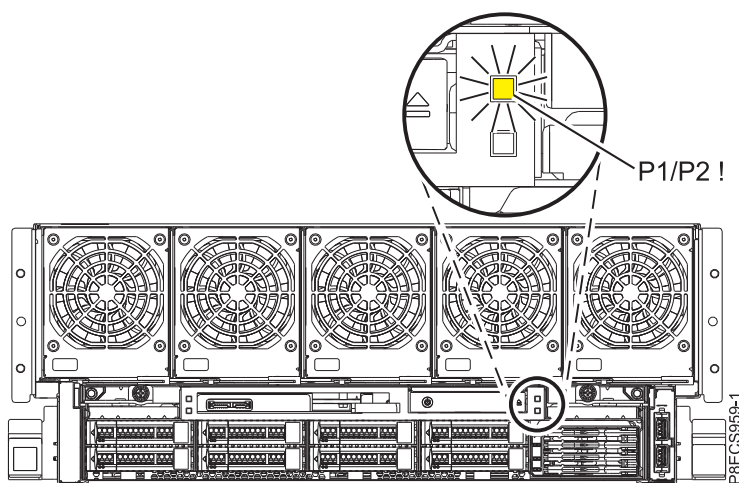

Figura 2. LED frontal de resumen de error **P1/P2 !** del sistema 8408-44E o 8408-E8E.
8. Observe el estado del LED de resumen de error **P1/P2 !**, que se encuentra en el frontal del sistema 8408-44E o 8408-E8E, como se muestra en la Figura 2.